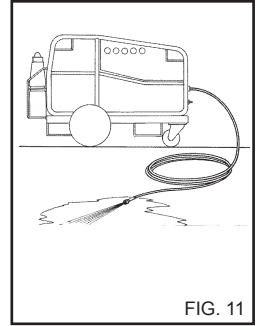

FIG. 11
**Pour éliminer les éventuelles impuretés ou bulles d'air du circuit hydraulique, effectuer la première mise en service du nettoyeur haute pression sans la lance, et laisser sortir l'eau pendant quelques secondes. Les éventuelles impuretés pourraient obstruer la buse et empêcher son fonctionnement (fig. 11).**